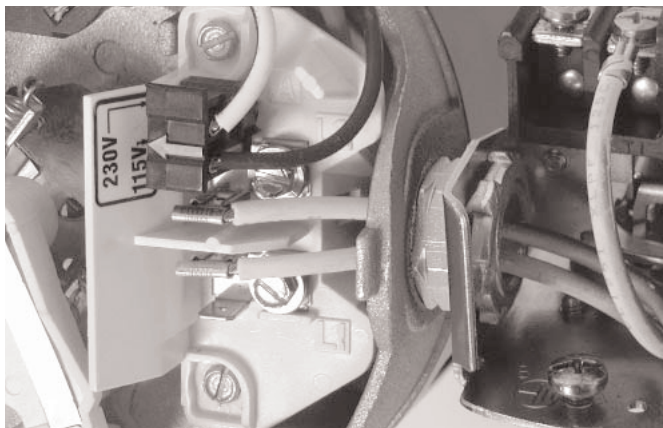

Figura 10: Tensión configurada para 115 voltios, tipo ficha.
3. Mueva la ficha de cambio de tensión a la posición de 115 voltios. Ahora la ficha cubrirá 2 lengüetas metálicas y la flecha en la ficha quedará alineada con la flecha de 115 voltios en la etiqueta (consulte la Figura 10).